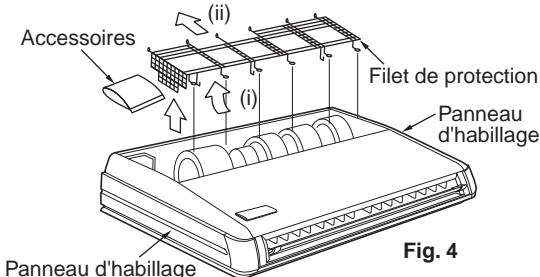

Fig. 4
- Soulevez un côté du filet de protection vers le haut (dans la direction de la flèche (i)) et retirez-le vers l'arrière (flèche (ii)). (**Reportez-vous à la Fig. 4, 5**)